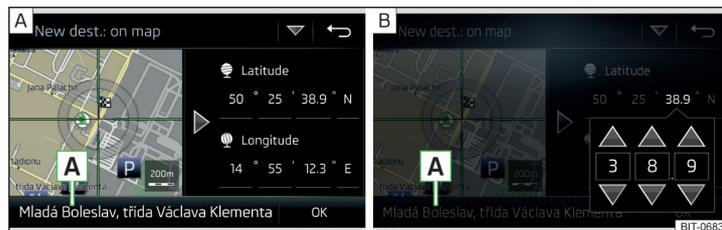

Abb. 202 Ziel eingeben: über den Kartenpunkt / mithilfe von GPS-Koordinaten
- » Durch Bildschirmberührung das gewünschte Ziel in das Fadenkreuz verschieben » **Abb. 202** - [A].
- » Die Funktionsfläche mit dem gewünschten Wert der GPS-Koordinate für die geografische Breite  und geografische Länge  antippen » **Abb. 202** - [B].
Sind in den Navigationsdaten des Infotainments Informationen zum eingegebenen Punkt verfügbar, dann werden diese statt der GPS-Koordinaten angezeigt (bspw. Adresse **[A]** » **Abb. 202**).